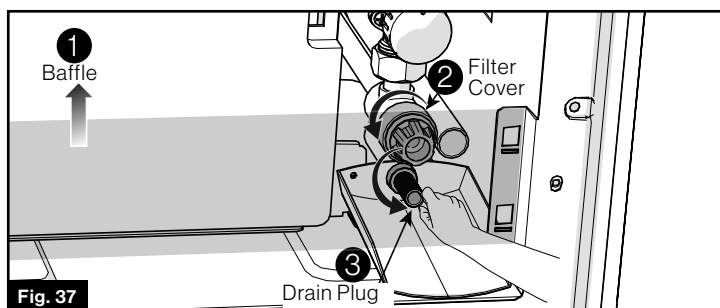

Fig. 37
3. Quite la tapa del filtro y el tapón de drenaje para desagotar el agua del sistema y del calentador de agua (Fig. 37).